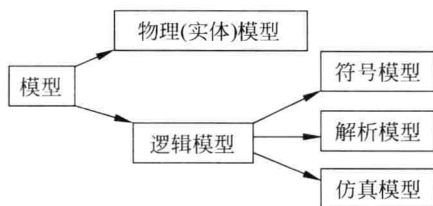

图 1-1 模型分类
**模型**是系统各元素交互关系的简化表示,这些关系包括因果关系、流程关系以及空间关系等。模型可以分为物理模型和逻辑模型(凯尔顿等,2007),而逻辑模型又可以进一步分类为符号模型、解析模型和仿真模型,如图 1-1 所示。